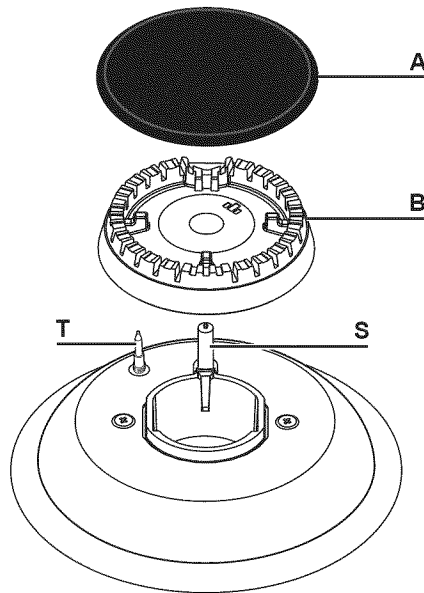

Fig. 5.1
- Assurez-vous que la sonde "T" (fig. 5.1, 5.3) placée à côté de chaque brûleur est toujours propre pour assurer le bon fonctionnement des soupapes de sécurité.
- Assurez-vous que l'électrode "S" (figs. 5.1, 5.3) de l'allumage électrique placée à côté de chaque brûleur est toujours propre pour faciliter la production d'étincelles.
Il est très important de vérifier que le diffuseur de flammes "B" et le chapeau "A" ont été correctement positionnés (fig. 5.1 et 5.2). Si vous ne respectez pas cette consigne, des problèmes graves pourraient survenir.